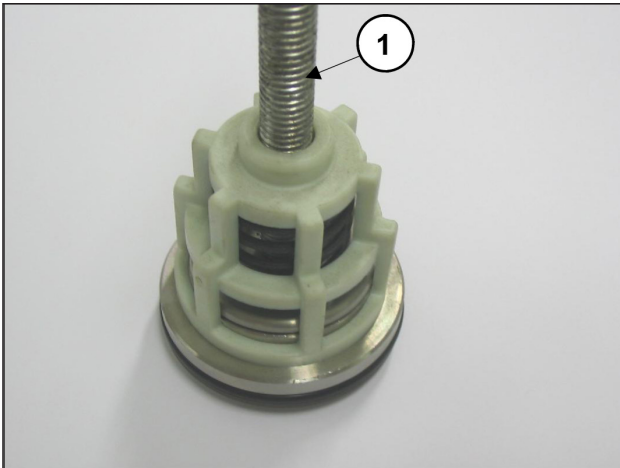

Abb. 17
- Bauen Sie die Saug- und Druckventilgruppen durch Anziehen einer Schraube M8 ausreichender Länge aus, um die Ventilscheibe betätigen und die Ventilführung aus dem Ventilsitz herausziehen zu können (Abb. 17, Pos. ①).